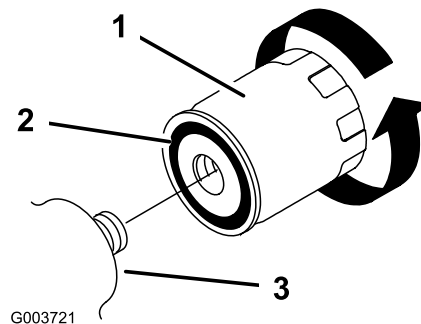

Figura 40
5. Retire el filtro usado (Figura 40) y limpie la superficie del adaptador del filtro.
6. Aplique una capa fina de fluido hidráulico a la junta de goma del filtro nuevo (Figura 40).
7. Instale el filtro hidráulico nuevo en el adaptador del filtro (Figura 40). Apriete el filtro en el sentido de las agujas del reloj hasta que la junta de goma entre en contacto con el adaptador del filtro, luego apriete el filtro media vuelta más.